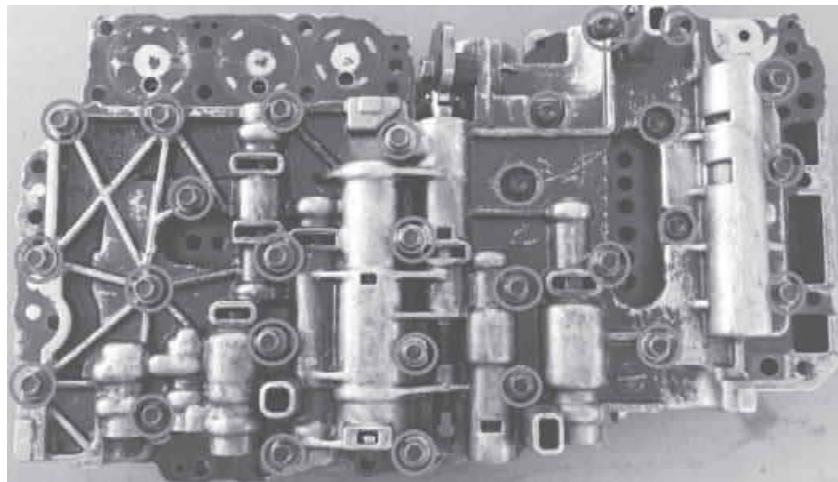

图 3-23 拆下 28 个螺栓
- (4) 拆下滤油器和泄压阀。
- (5) 翻转阀体总成并拆下 28 个螺栓,28 个螺栓的位置如图 3-23 所示。